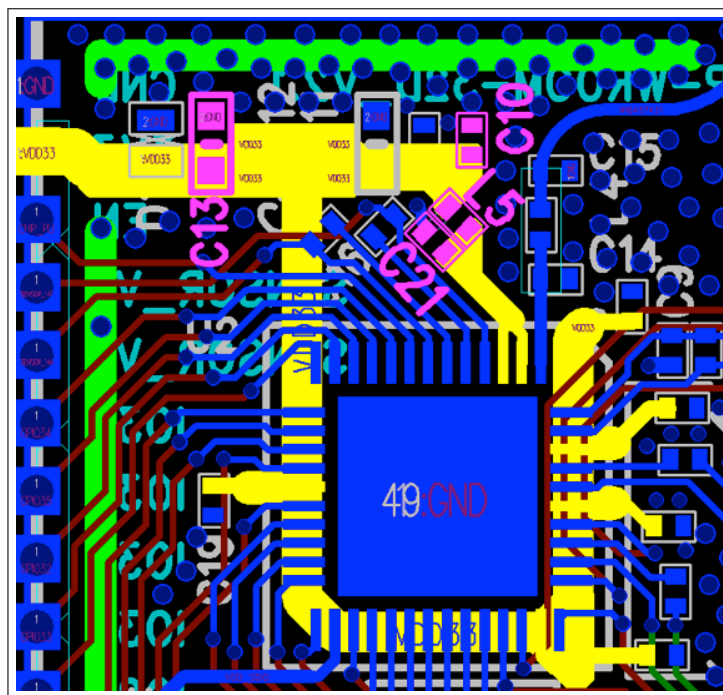

图 18: ESP32 四层板电源设计
- 图 18 中黄色高亮信号线即为 3.3 V 电源走线。主干电源走线的线宽建议至少 25 mil，Pin 3，4 分支电源走线建议至少 20 mil，其他分支电源走线宽度建议 12 mil ~ 15 mil。
- 图 18 中红色圆圈部分为 ESD 保护管靠近电源端口放置。电源走线进入 ESP32 芯片前需添加一个 10  $\mu$ F 电容，该电容与 0.1  $\mu$ F 电容搭配使用。而后电源走线在此分支为两路，pin3, 4 电源需单独一路，这样可减少不同电源管脚之间的耦合。
- Pin3, 4 电源需要靠近管脚添加 C（电容）和 L（电感）。如图 18 中 C13 (10  $\mu$ F) 放置在电源入口处，C10, L5 及 C21 靠近芯片的模拟电源管脚摆放。条件允许情况下，尽量每个数字电源管脚添加一个 0.1  $\mu$ F 电容。注意，所有的去耦电容请靠近对应电源管脚放置，去耦电容的接地管脚请就近打地孔，保证较短的返回路径。